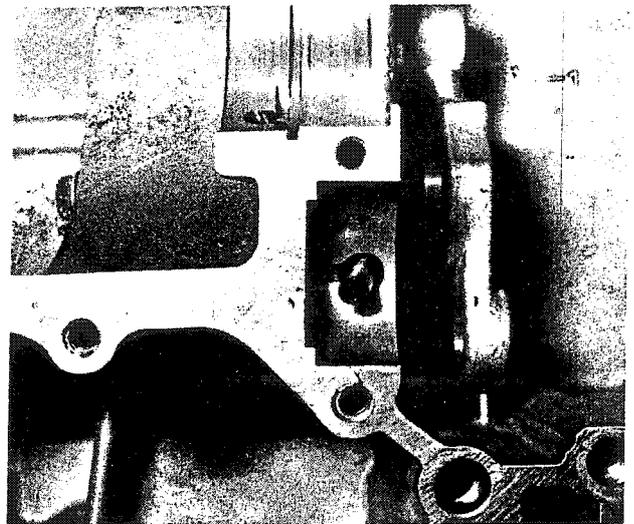

Bild 97
- Die Ölspritzdüse in die Öffnung des Lagersitzes des Eingangswellen-Nadellagers in der unteren Gehäusenhälfte einsetzen (Bild 97). Ebenso den Sicherungs-